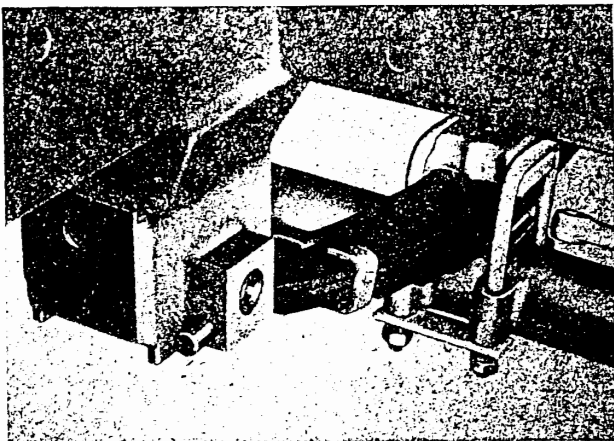

Bild V 2. Demontage bzw. Montage des Keilbolzens
7. Aufgespreiztes Ende der Keilbolzen zusammendrücken und aus der Lagerstelle am Federlager ausschlagen (Bild V 2).